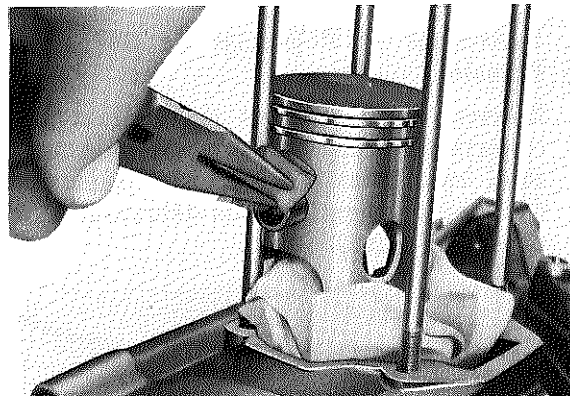

Fig. 3-2-3
2. Push piston pin from opposite side, then pull out. Protect pin with rag as shown. (Fig. 3-2-3)
2. Déloger l'axe de piston en le poussant du côté opposé à l'arrêt, et l'enlever en le tenant avec un chiffon de la manière indiquée (Fig. 3-2-3).
2. Kolbenbolzen von der anderen Seite stoßen und danach herausziehen. Kolbenbolzen mit einem Lappen wie gezeigt schützen. (Fig. 3-2-3)